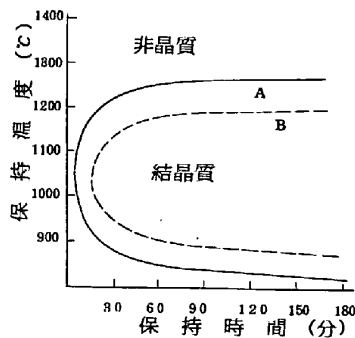

図1 恒温変態曲線
9. 表、図、写真の説明は和文とし、番号は各々表1、図1、写真1と表示する。説明は図、写真の場合その下部に、表の場合その上部に書くこと。(例4、6参照)